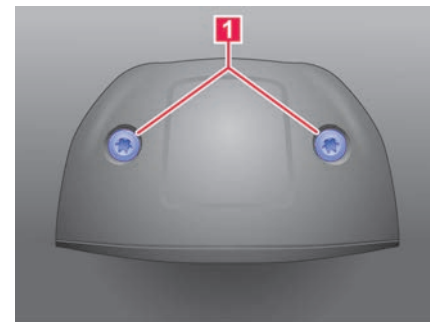

Abb. 172 Pritschenwagen: Kennzeichenleuchte.
2. Mit dem Schraubendreher aus dem Bordwerkzeug die zwei Schrauben an der Kennzeichenleuchte herausdrehen → **Abb. 172 1**.